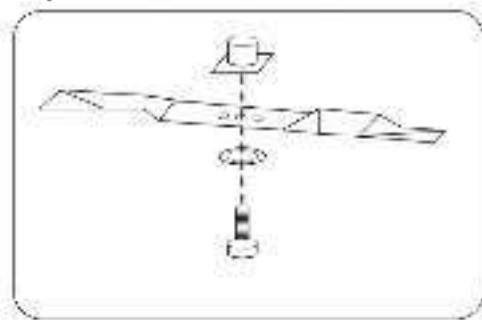

Рис.23
3. Удерживая нож рукой, открутите болт крепления ножа гаечным ключом (в комплект не входит) (рис. 23).